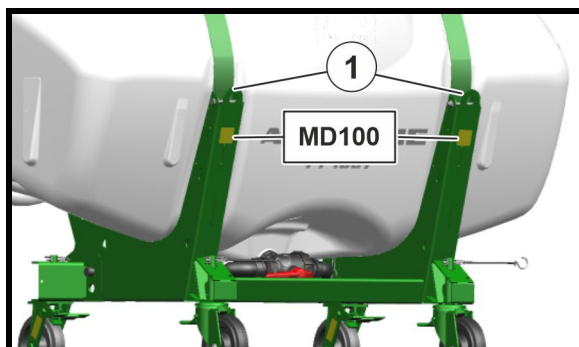

Fig. 3
- to holdepunkter foran (Fig. 3/1)
De markerede anhugningspunkter (Fig. 3/1) skal anvendes til seler i forbindelse med læsning af maskinen vha. kran.